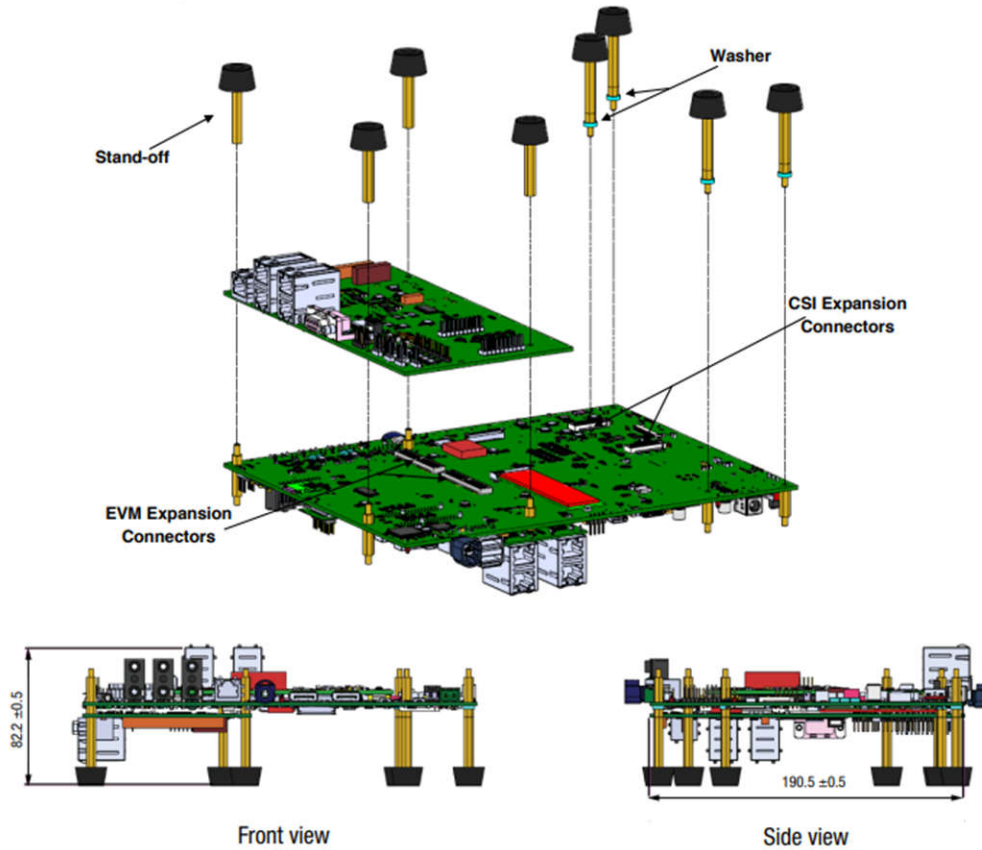

图 A-1. 将汽车网关/以太网交换机/工业扩展卡安装到通用处理器板上
1. 从 EVM 上卸下托脚（8 个）。将扩展卡与通用处理器板扩展连接器对准（请参阅图 A-1 左侧）。
3. 如果 CSI 扩展板未连接到通用处理器板上的 CSI 扩展连接器，请为通用处理器板上的四个托脚（请参阅图 A-1 右侧）各添加一个 2mm 厚的垫圈。垫圈包含在套件中。